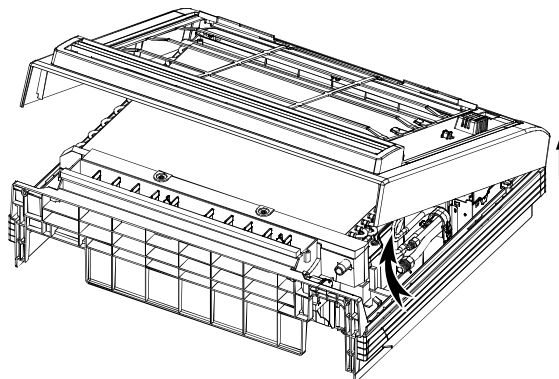

Рис. 7-3
- Открыть лицевую часть корпуса блока на угол примерно 30°, затем снять лицевую часть (см. рис. 7-3).